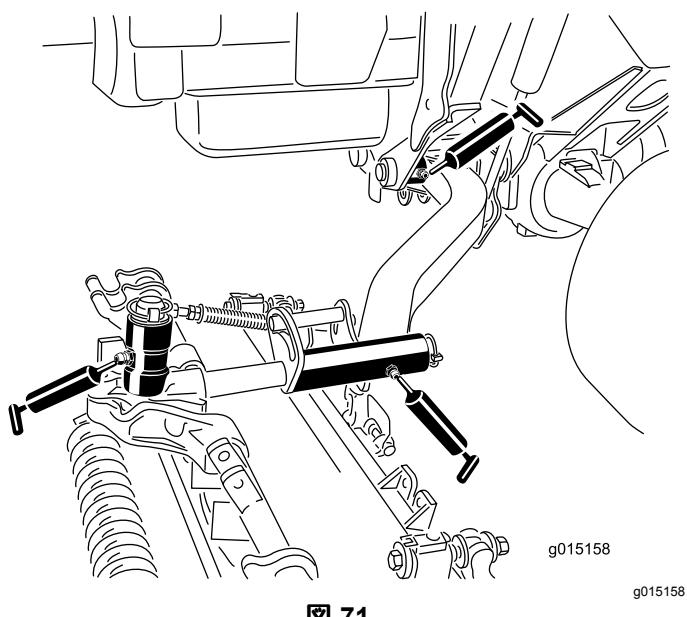

図 71
- ・ 昇降アームのピボットブッシュカッティングユニット 1台に1ヶ所 図 71
- カッティングユニットのキャリアフレームカッティングユニット 1 台に 2ヶ所 図 71
- 昇降アームのピボットカッティングユニット 1 台に 1ヶ所 図 71